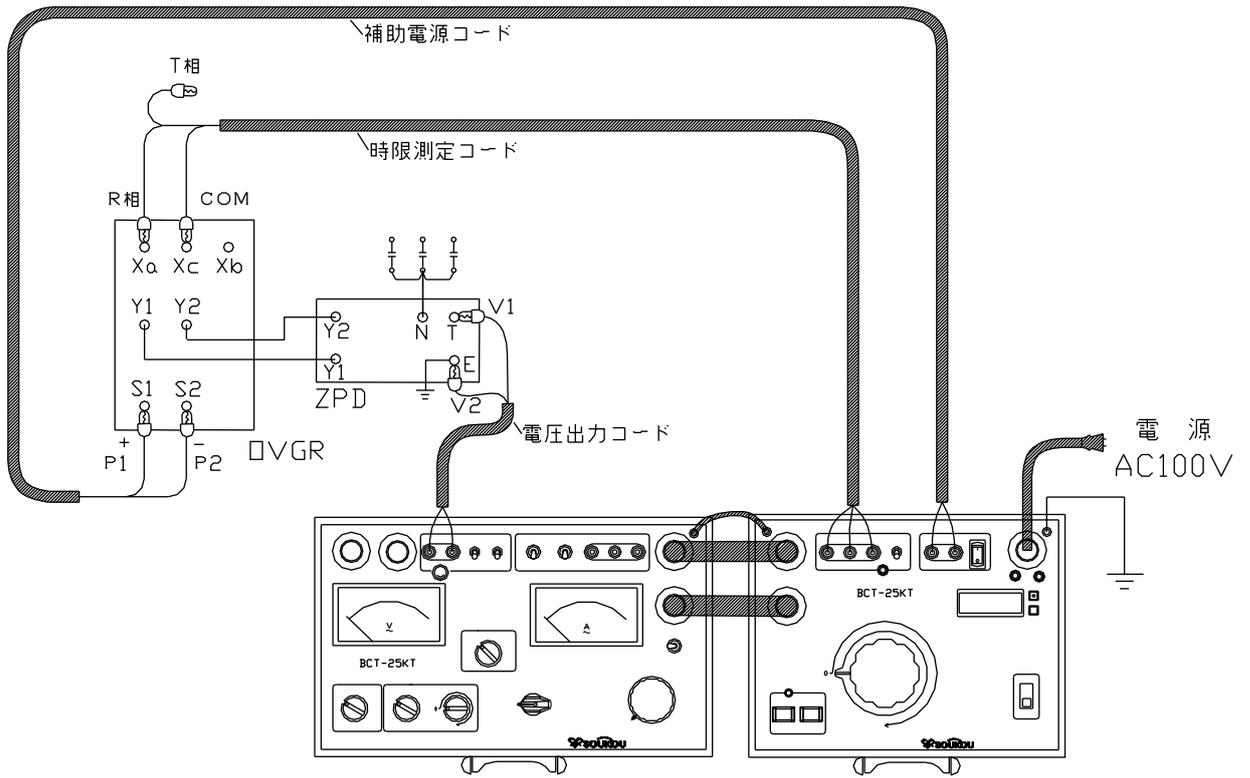

図 18 : 地絡過電圧継電器の試験回路図
7. 以上のような点を注意し、試験回路を構成します。(図18)